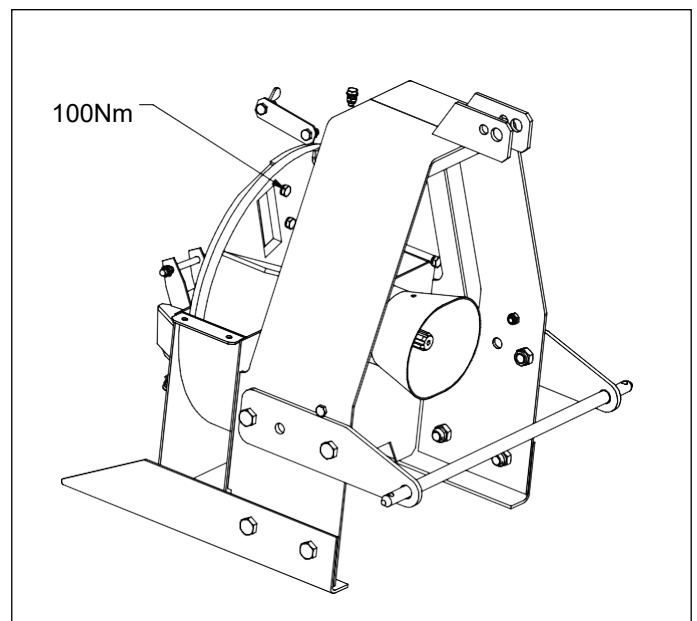

Fig 12. Fjernelse af knivens fastgørelsesbolte
1. Fjern knivfastgørelsesboltene (M12). Drej skruenøglen på en sådan måde, at hænderne ikke rører ved kniven, hvis skruenøglen skulle glide. Fig. 12.